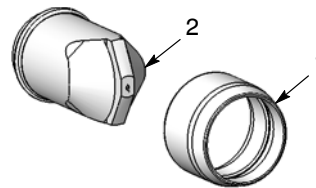

Fig. 21 Buse et écrou de serrage
2. Voir la figure 21. Dévisser la buse (2) de l'écrou de blocage (1).